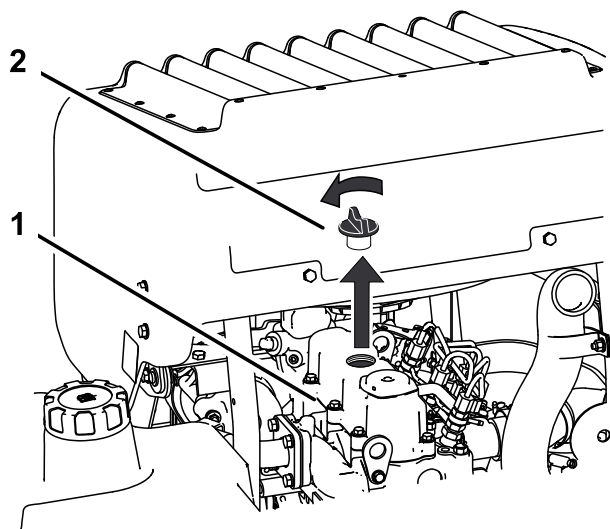

Figure 43
6. Retirez le bouchon de remplissage d'huile en haut du moteur (Figure 43). Cela facilitera la vidange de l'huile.
2. Retirez le bouchon de remplissage et la jauge (Figure 43).